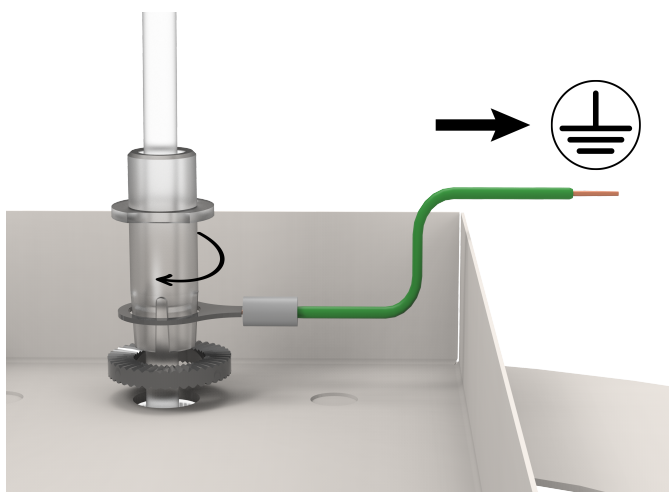

Рис.1
5. Подвести выведенный провод от светильника к источнику питания и подключить белый провод в клемму "+", серый провод в клемму "-". Провод заземления от декоративной чаши необходимо установить между констргайкой и зажимом декоративного провода, а затем подключить в клемму заземления (Рис. 1);